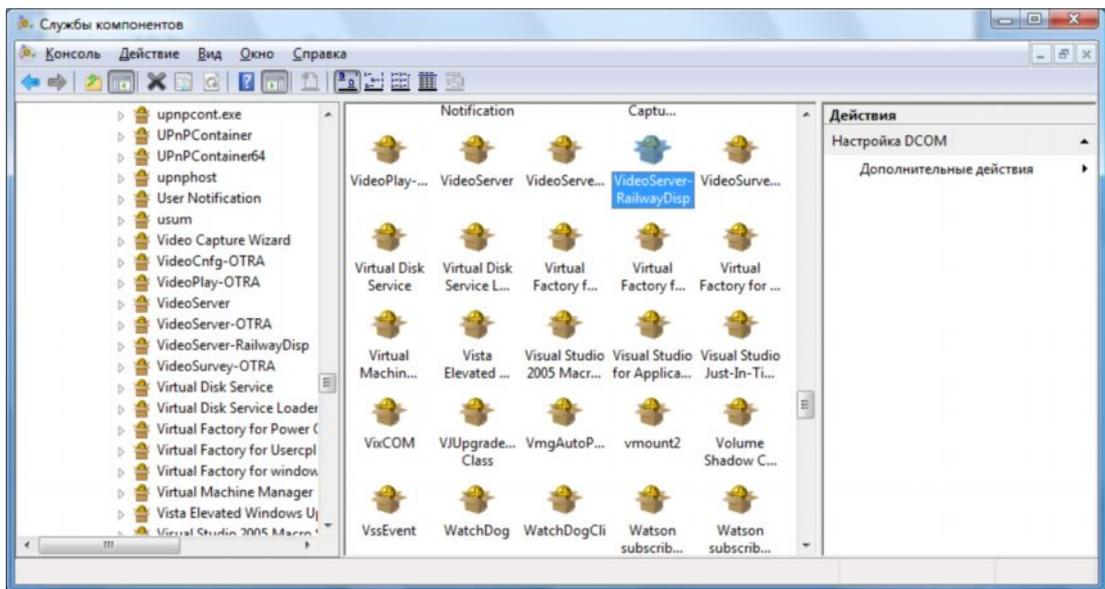

Рис. 16 Настройка DCOM – VideoServer RailwayDisp
3.9. Найти в настройках DCOM видеосервер RailwayDisp (Рис. 16).